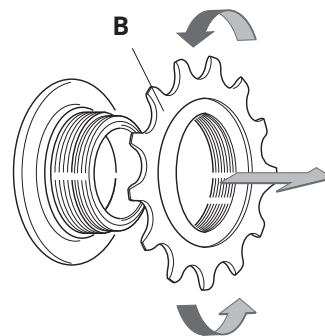

Fig. 11
- Quite el piñón fijo (B - Fig. 11) del cuerpo roscado del cubo, desenroscándolo en sentido antihorario.